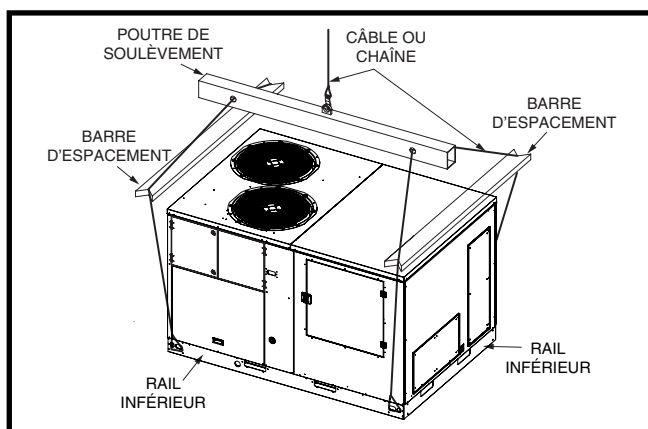

Figure 2. Gréage et levage
- Des barres d'écartement sont requises pour protéger l'appareil et assurer une charge uniforme. Voyez la Figure 2.